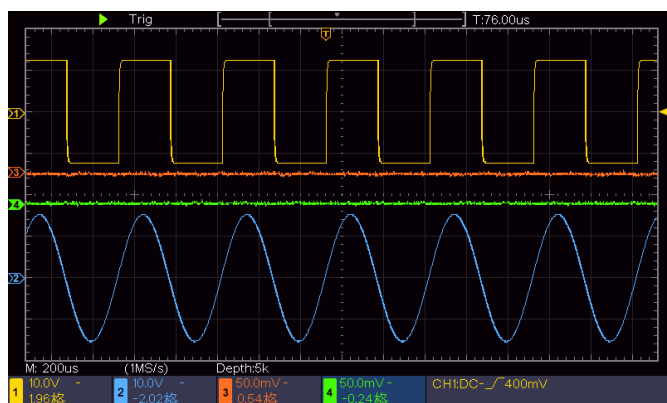

Рисунок 4.1. Информация о положении осциллограммы по вертикали
- Когда положение осциллограммы по вертикали изменяется, измененная величина смещения для данного канала отображается в левом нижнем углу дисплея (см. рисунок 4.1).